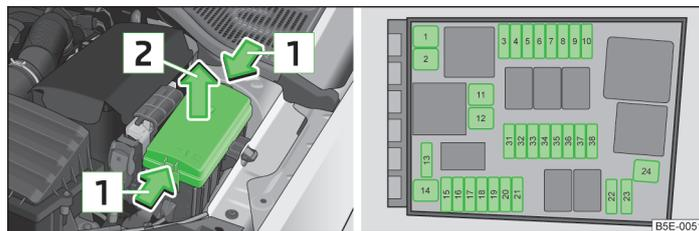

Abb. 172 Abdeckung des Sicherungskastens im Motorraum / schematische Darstellung des Sicherungskastens
- Die Verriegelungstasten der Abdeckung gleichzeitig in Pfeilrichtung **1** zusammendrücken » Abb. 172.